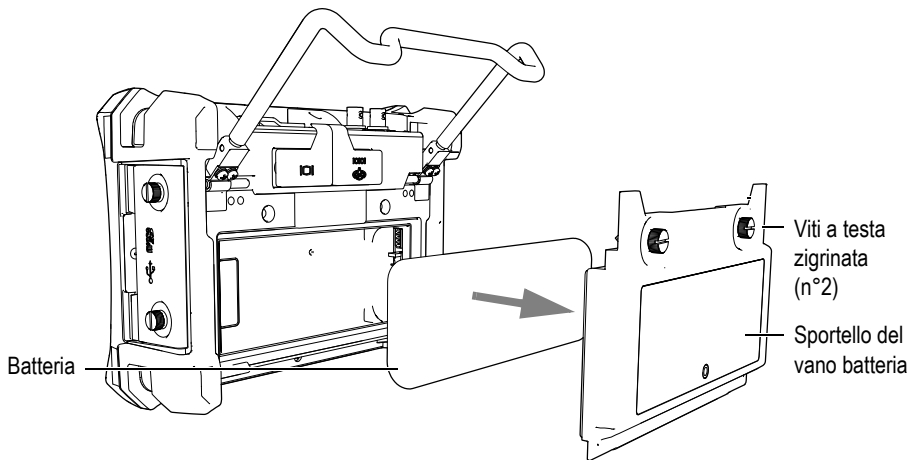

Figura 4-4 Apertura del vano batteria
La batteria è posizionata in un vano accessibile dalla parte posteriore dell'EPOCH 600 (vedi Figura 4-4 alla pagina 80).
2. Nella parte posteriore dello strumento, svitare le due viti a testa zigrinata che fissano lo sportello del vano batteria (vedi Figura 4-4 alla pagina 80).